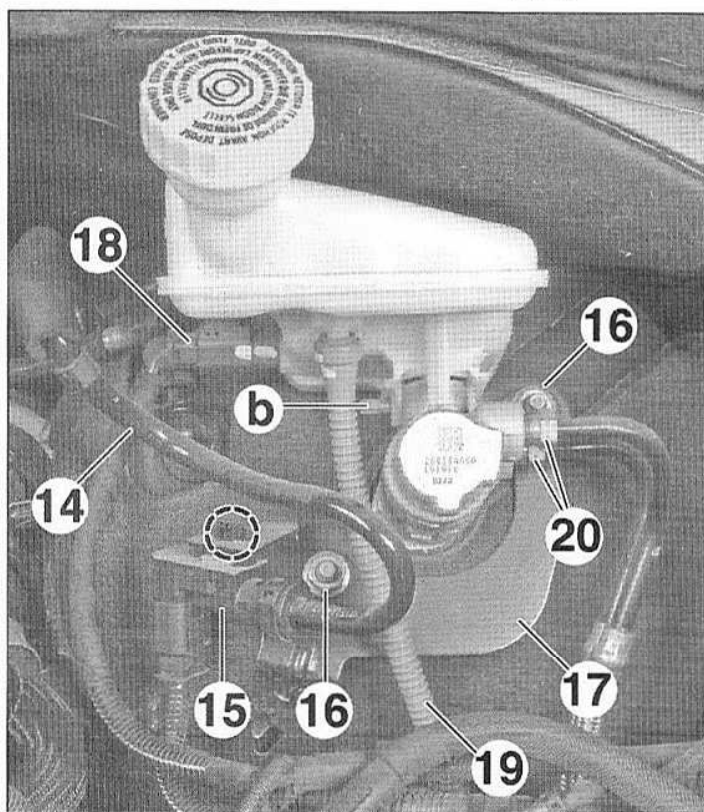

FIG.31
- Débrancher le tuyau de dépression (14) (Fig.31).
- Dégrafer le capteur de dépression de freinage (15).
- les écrous (16),
- le support (17).
- A l'établi, déposer l'axe (b) pour désolidariser le réservoir de compensation du maître-cylindre (Fig.31).